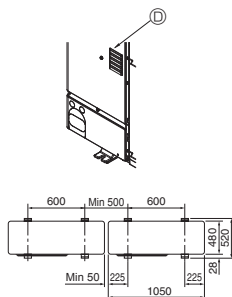

Fig. 3-1
- Paigaldage seade vastupidavale ja rõhksale pinnale, et vältida töö ajal tekkivat kolinat. (Fig. 3-1)